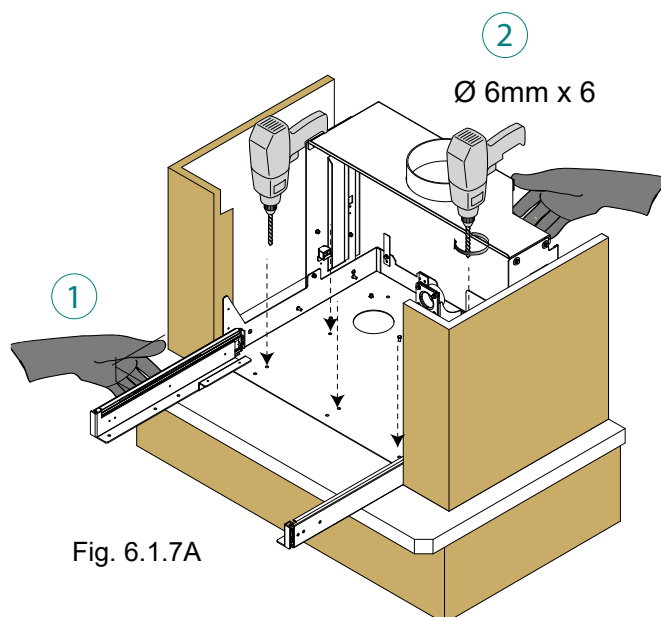

Fig. 6.1.7A
12. Appoggiare il basamento sul piano del caminetto (1), tracciare ed eseguire 4 fori Ø 6 per il fissaggio (2) - usare come dima il basamento stesso - in seguito forare con punta dia. 6 mm (Fig. 6.1.7A)